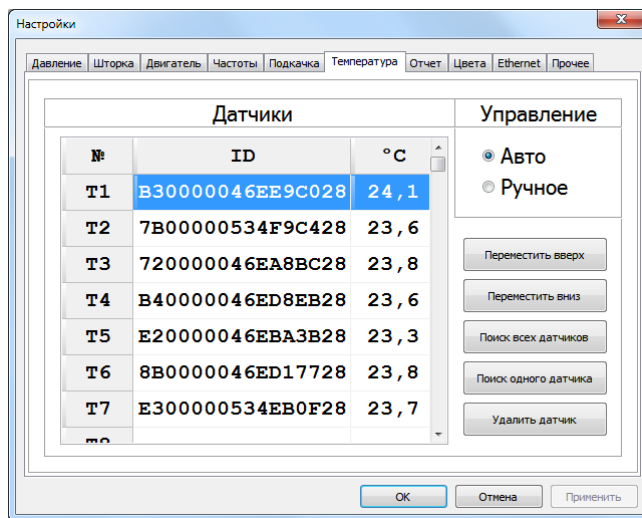

Рисунок 7.38 – Окно настройки температуры
1. В окне настроек (см. рис. 7.29) выбрать закладку "Температура" (см. рис. 7.38).